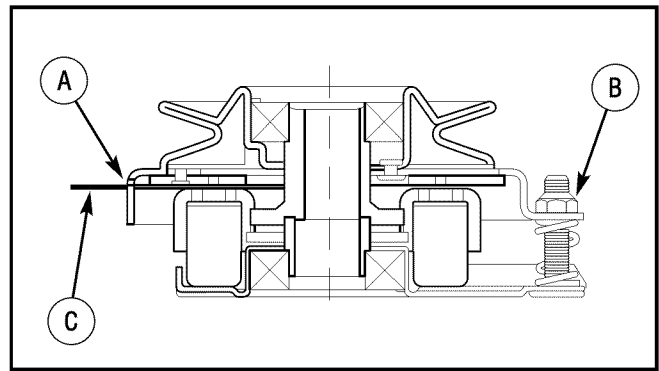

Figura 23: Ajuste del Embrague PTO
- Inserte un calibrador de separaciones de 0,40-0,45 mm (.016-.018 pulg.) (C, Figura 23) a través de cada ventana, posicionando el calibrador entre el lado del rotor y el lado de la armadura como se muestra.
- Ajuste alternativamente las tuercas de ajuste (B) hasta que el lado del rotor y la armadura hagan contacto con el calibrador.